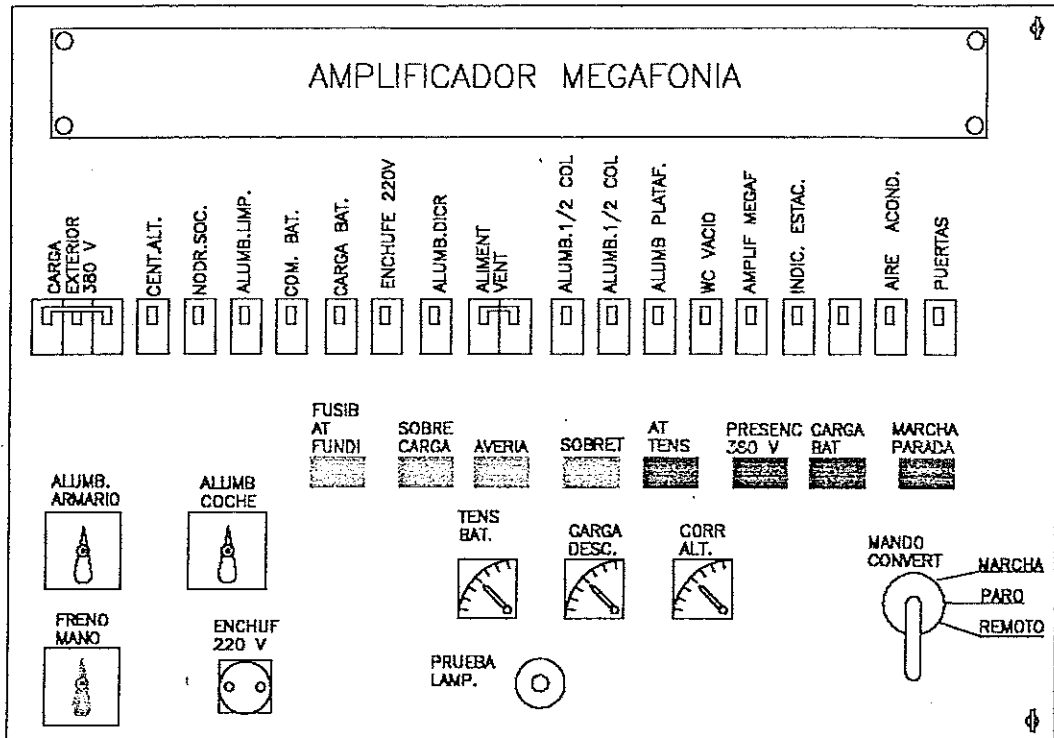

fig.19
2.11.2.2 Armario de control del convertidor estático y armario BT (fig.19)